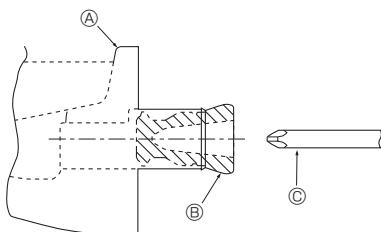

Fig. 5-1
- 對於左側管，務必將橡膠塞插入右側排水口。(Fig. 5-1)
⑧ 排水盤
⑨ 塞子
⑩ 將螺絲起子等物品深深插入塞子。